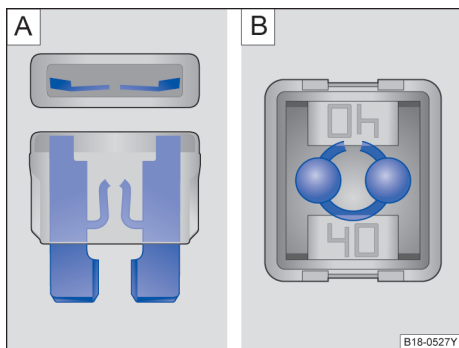

图 143 烧断的保险丝：A 扁平插入式保险丝，B 方块型保险丝
- 烧断的扁平插入式保险丝（ATO®、MINI®）可从上面和侧面透过透明外壳通过熔断的金属条来识别→图 143 A。
- 对于烧断的方块型保险丝（JCASE®），烧断的金属条可从上面透过透明的外壳来识别→图 143 B。